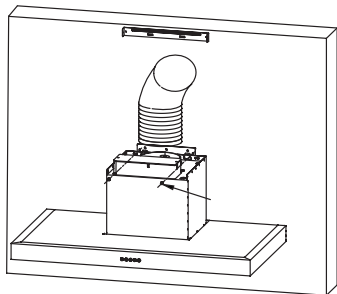

рис. 4
4. Прикрепите отводящую гофротрубу, закрепите винтами (M5*12), чтобы предотвратить соскальзывание вытяжки с монтажной пластины. (рис.4)